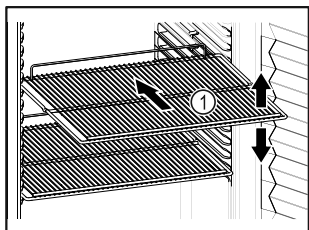

Fig. 58 Vejledende illustration
- Tilpas højden, når bæreristene Fig. 58 (1) kan flyttes.